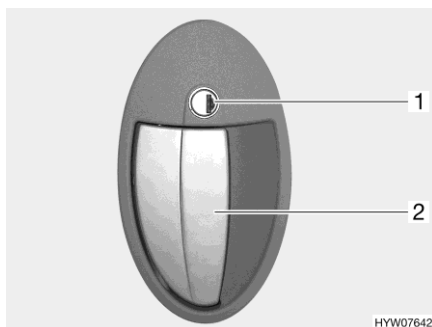

Bild 28 Dörrlås (ingångsdörr utsida)
- Stick in nyckeln i låscylindern (Bild 28,1) och vrid den medurs tills dörrlåset låses upp.
- Drag i dörrhandtaget (Bild 28,2). Dörren är öppen.
- Stick in nyckeln i låscylindern (Bild 28,1) och vrid den moturs tills dörrlåset har låsts.